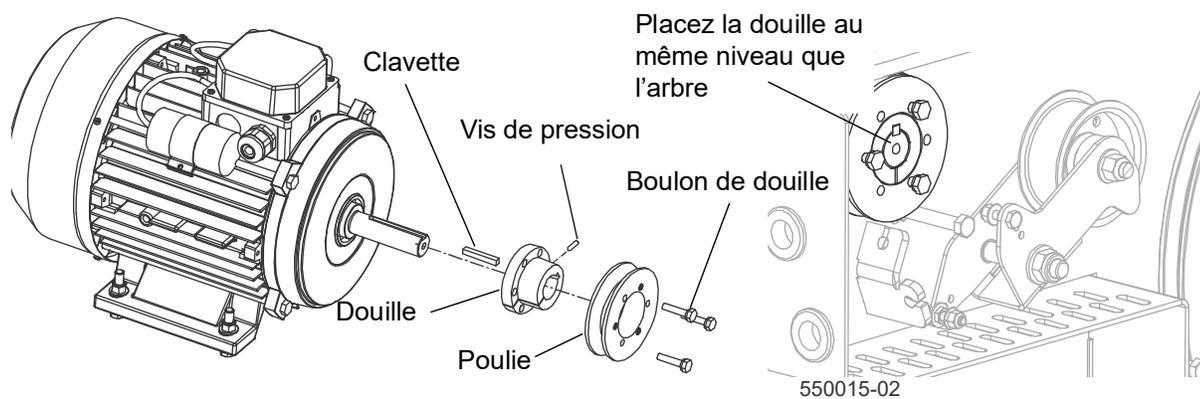

FIG. 3-23
3. Insérez la clavette d'arbre et la grande douille sur l'arbre du moteur. Voir Figure 3-23.
4. Veillez à ce que la douille soit au même niveau que l'extrémité de l'arbre. Voir Figure 3-23.
5. Serrez la vis de réglage de la douille avec une clé hexagonale 3 mm. Voir Figure 3-23.
7. Fixez la poulie avec les boulons de douille. Voir Figure 3-23.